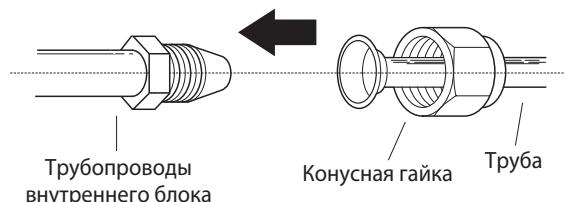

Рис. 5.7
- Совместите центры двух труб, которые необходимо соединить. См. **рис. 5.7.**